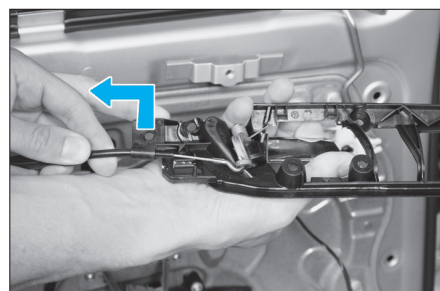

Fig. 58
- Déloger le câble d'ouverture de la poignée intérieure comme illustré (Fig.58).